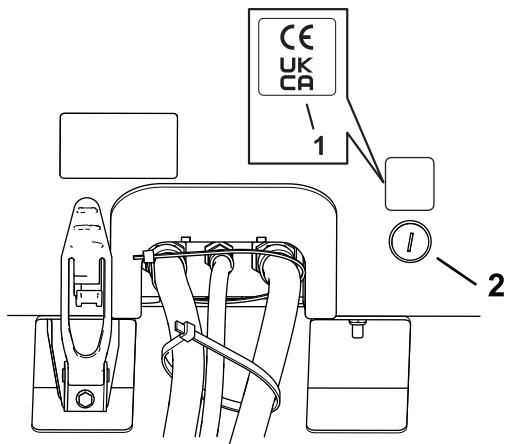

Figure 6
1. Avec de l'alcool à friction et un chiffon propre, nettoyez la zone du capot près du verrou et laisser sécher le capot (Figure 6).